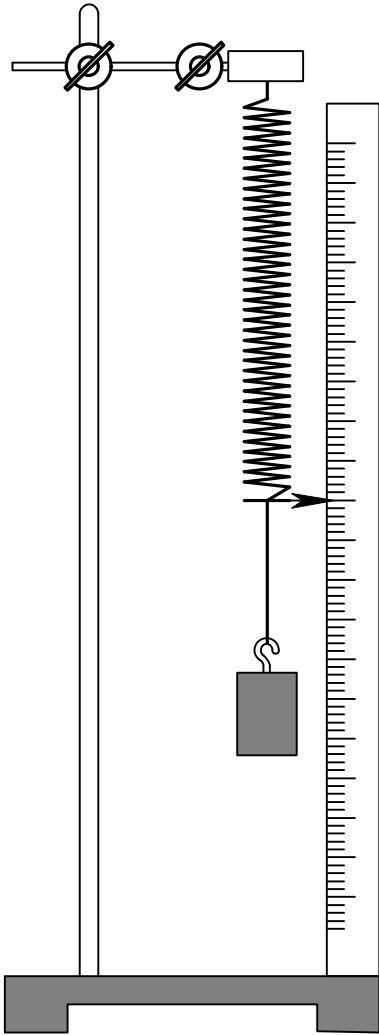

Рис. 6
1. До пружини від відерця Архімеда (або аналогічної) підвісьте гирю масою 0,5 – 1 кг (рис. 6). Відтягніть гирю вниз і відпустіть її. Спостерігайте коливання, що відбуваються під дією сили пружності пружини. Послідовно розгляньте сили, які діють на гирю, і характер її руху в різних точках траєкторії, зробіть висновок про перехід потенціальної енергії розтягнутої чи стисненої пружини в кінетичну чи потенціальну енергію гири.